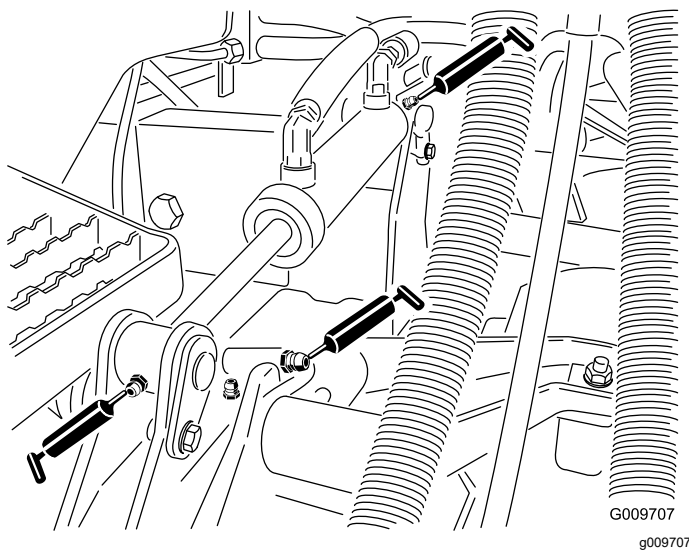

図 78
- 図 78 に示す、昇降アームのブッシュカッティングユニット 1 台に 1 ヶ所
- 図 78 に示す、昇降シリンダのブッシュカッティングユニット 1 台に 2 ヶ所